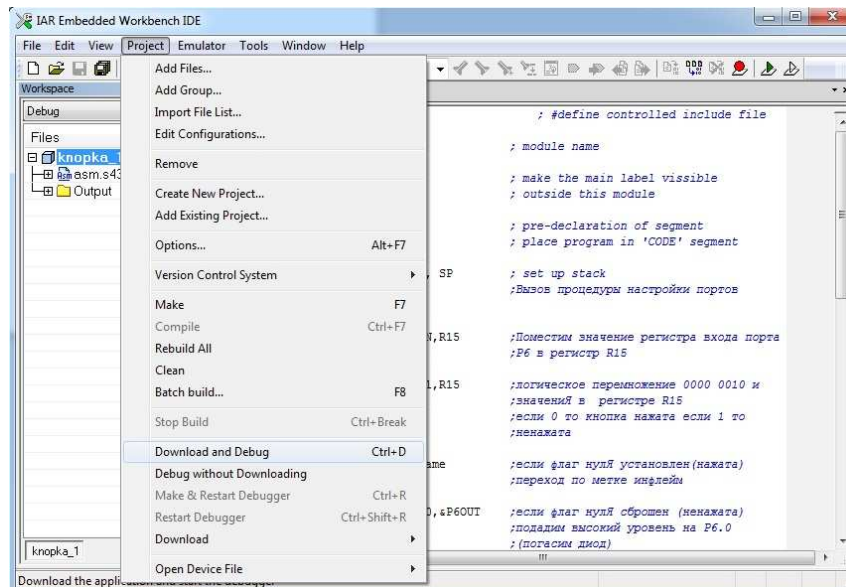

Рис. 6. Запуск проекта
2.3. Закройте окно Options, нажав кнопку ОК внизу окна. Запустите выполнение программы в режиме эмуляции, нажав на пиктограмму в виде зеленого треугольника, расположенную в верхней части окна программы, справа от ряда кнопок New, Open, Save all, или выбрав в меню Project пункт Download and debug (рис. 6).
3.3. Запустите процесс программирования микроконтроллера, выбрав пункт выпадающего меню Download and debug (рис. 6).